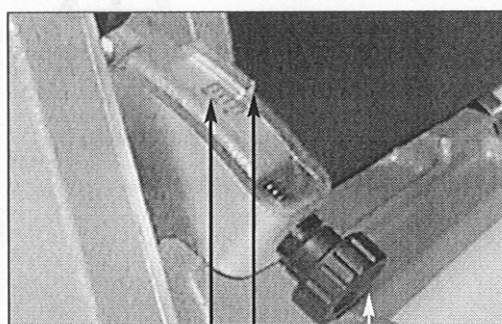
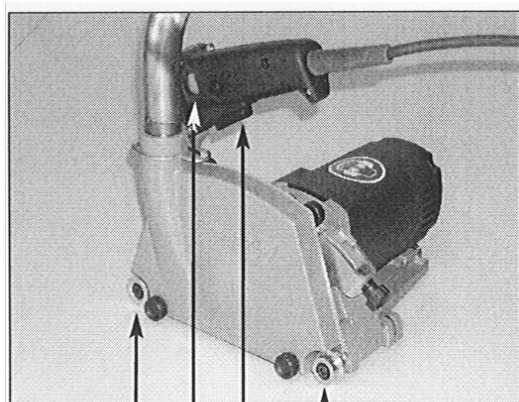

Bild 1
Bild 2
5.1 Regulacja głębokości (Rys. 1)
- ☐ Obrócić pokrętkę (A), aż wskaźnik (B) na skali (C) wskaże wymaganą wartość
5.2 Użycie (Rys. 2)
- ☐ Ustawić maszynę za pomocą rolki (D) znajdującej się w złączu.